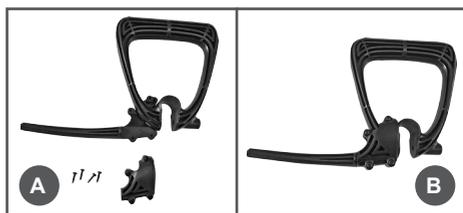

Рис. 5 Установка упора на рабочую рукоятку
3. Установите на рабочую рукоятку упор. Для этого установите на рабочую рукоятку корпус упора (Рис. 5А), затем установите крышку корпуса упора и закрутите винты крепления крышки (Рис. 5В).